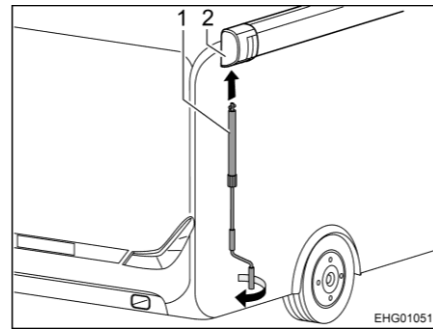

Bild 14 Montera veven
- Sätt veven (Bild 14,1) i markisens bajonettfästhållare (Bild 14,2).